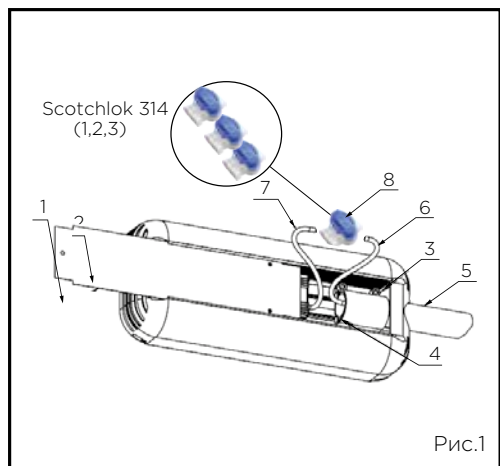

Рис.1
Для монтажа и подключения светильника «ДКУ» к электрической сети необходимо (рис. 1):
1. Закрепить ДКУ\_кронштейн\_01 (рис.1) на опору, столб, верхнее основание, стены и т.д. Для этого: